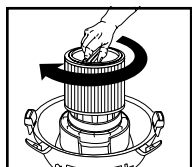

FIGURE 16
23. Maintenez le couvercle du réservoir d'une main, tournez la poignée du porte-filtre dans le sens horaire pour la serrer, en verrouillant ainsi le filtre en place. **FIGURE 16.**